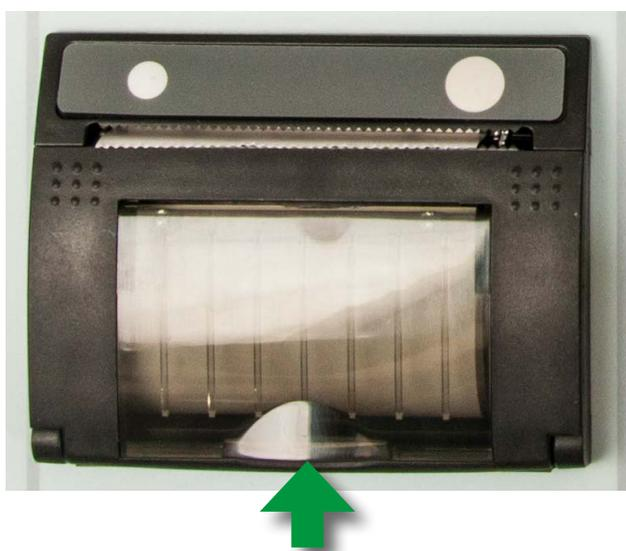

Abb. 5.2
- 1] Öffnen Sie den Drucker, indem Sie den transparenten Deckel nach oben ziehen bis die Abdeckung aufschnappt. Danach öffnen Sie die Abdeckung, siehe Abbildung 5.2.